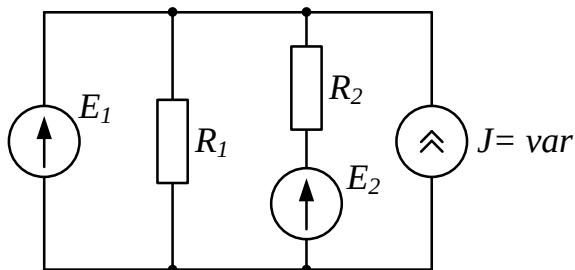

Рис. 2
2. Проанализировать влияние тока источника тока $\mathfrak{I}$ на токи ветвей схемы (рис. 2).